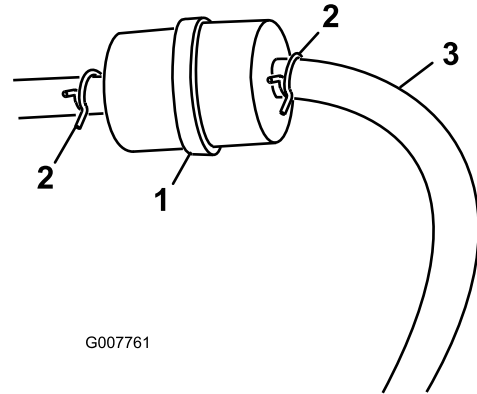

Figure 27
3. Pincez les extrémités des colliers et éloignez les colliers du filtre (Figure 27).
5. Posez un filtre neuf et rapprochez les colliers de fixation du filtre (Figure 27).
3. Desserrez le collier de serrage au niveau du filtre à carburant et éloignez-le du filtre en le poussant le long de la conduite de carburant (Figure 27).
4. Débranchez les conduites de carburant du filtre à carburant (Figure 27).
Remarque: Faites couler le carburant dans un bidon ou un bac de vidange (Figure 27).
5. Raccordez la conduite d'alimentation au filtre. Rapprochez le collier de serrage du filtre pour fixer la conduite de carburant (Figure 27).